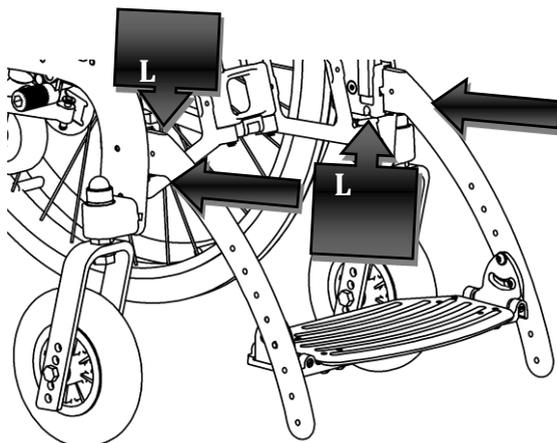

Figura 2
Una volta aperto il telaio sarà necessario montare la pedana. Per montare la pedana introdurre lo sfilo nell'apposito alloggiamento come indicato in Figura 2.
Per sfilare le pedane sbloccarle agendo sulle leve (L) indicate in Figura 2 e tirarle.